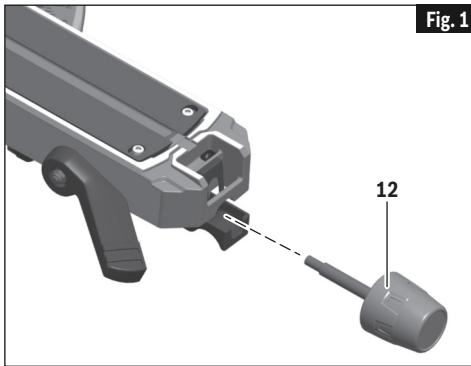

Fig. 1
- Mire debajo del brazo delantero de la mesa giratoria encima de la palanca de fijación y localice el agujero de 10 mm (vea la Fig. 1).